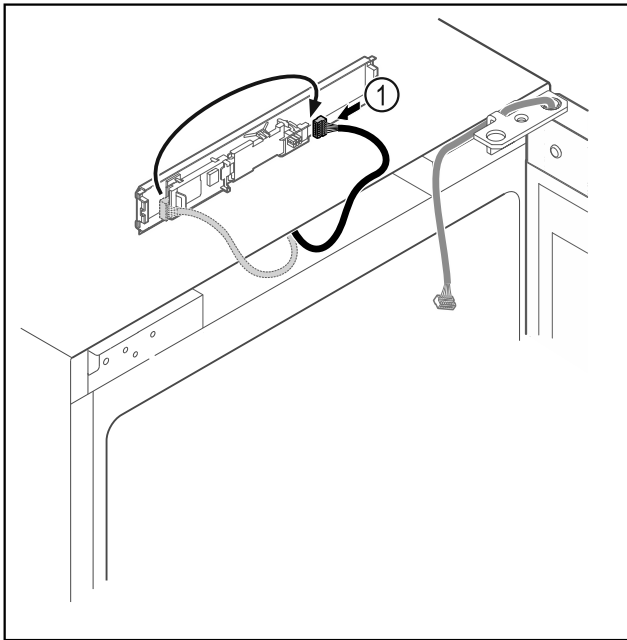

Fig. 14
- Zmeňte zapojenie zástrčky Fig. 14 (1) na doske plošných spojov.